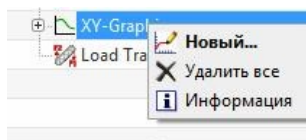

рис.68
- Поставьте курсор на строку **XY-Graphing**, и вызовите контекстное меню (рис.68).